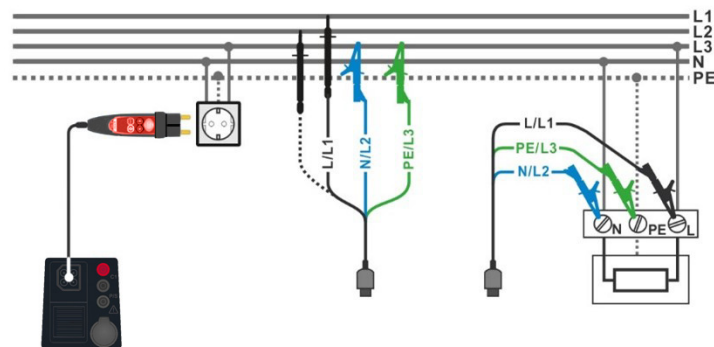

Abbildung 4.12: AUTO TN-Messung
- › Schließen Sie die 3-Leiter-Prüfleitung oder den Commander-Prüfstecker am Prüfobjekt an, siehe **Abbildung 4.12**.